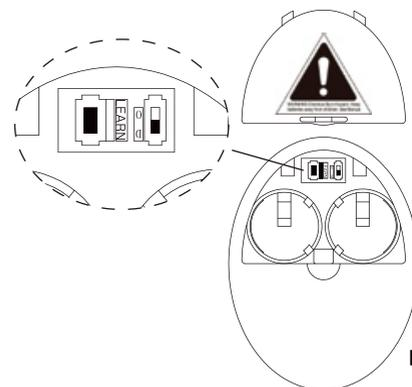

Fig. 21
## ACTIVANDO EL PROCESO DE APRENDIZAJE (Fig. 21)
2. Al acabar la instalación, la alimentación de CA se enciende dentro de los 30 segundos, mantenga presionado el botón APRENDER durante 3 segundos. El ventilador se encenderá a velocidad media y la luz (si se instala) se encenderá. Esto confirma que el ajuste SMART SYNC está activo y correcto. (FIG.21)
## SELECTOR DE FUNCIÓN DE LUZ (Fig. 21)